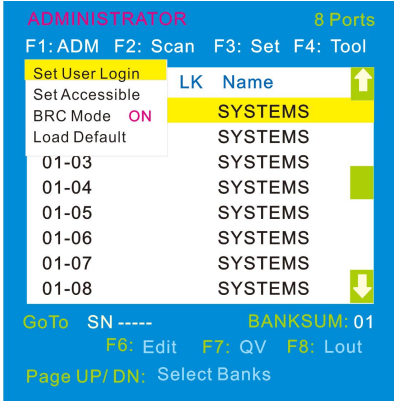

图 4-1.6
- ✧ BRC Mode off- 按[Enter] 键，关闭或者打开 BRC 广播模式（图 4-1.6）。
F1->BRC Mode OFF->按[Enter] 键 --> BRC Mode ON (图 4-1.6)